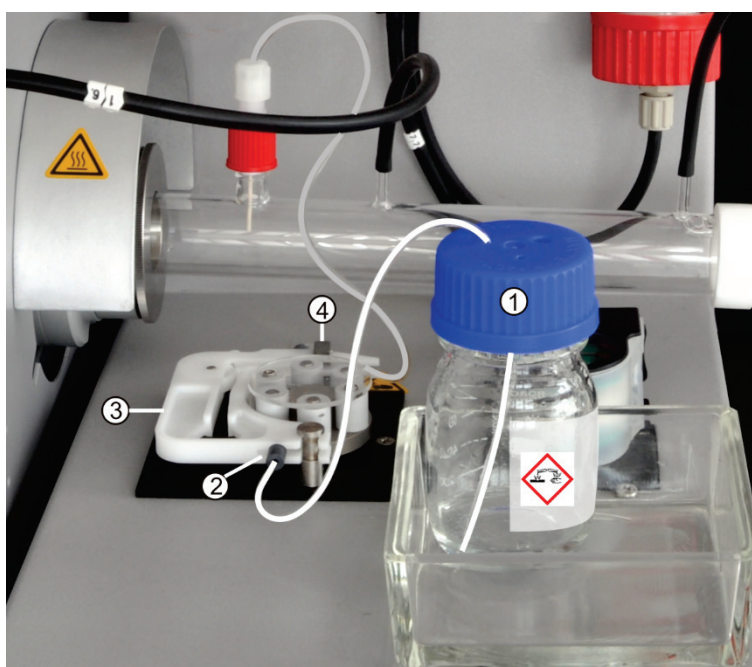

Figure 49 Montage des tuyaux de pompe
3. Ouvrir la cassette à tuyau (3 sur la Figure 49) et extraire le tuyau de pompe.
6. Tendre le tuyau de pompe entre les deux butées en plastique (2 sur la Figure 49) sur la cassette à tuyau.